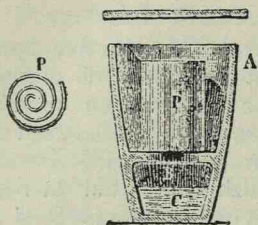

Fig. 195. Vas pentru ceruză.
a) *Procedeul olandez.* Foi de plumb P, fig. 195, îndoite în spirală, (fig. P), se pun în niște vase de pământ A, cu două funduri.